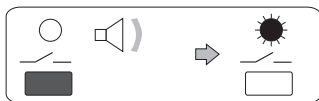

Fig. 3
- Maintenir la pression sur la **touche " / _ "** jusqu'à entendre une légère tonalité , et relâcher : la commande est activée et la **LED** correspondante est allumée fixe (fig. 3).